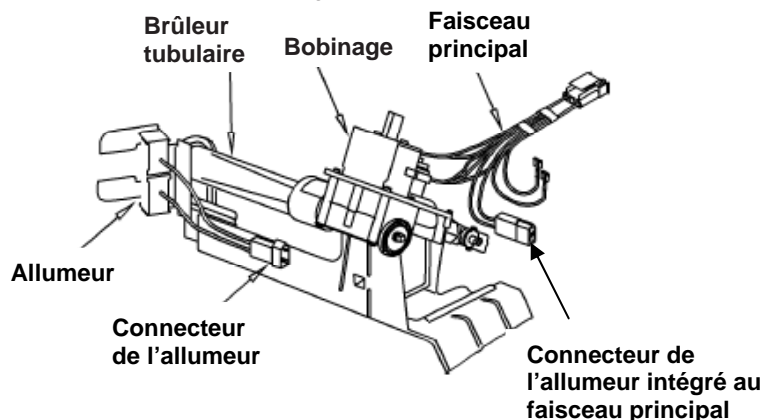

FIGURE 3
- Débrancher le connecteur de l'allumeur, qui est intégré au faisceau de câblage principal. Voir *Figure 3*.
- Replacer le brûleur tubulaire sur l'ensemble de brûleur. Bien serrer les deux (2) vis de montage. Rebrancher l'allumeur au faisceau électrique. Voir *Figure 3* et 4.